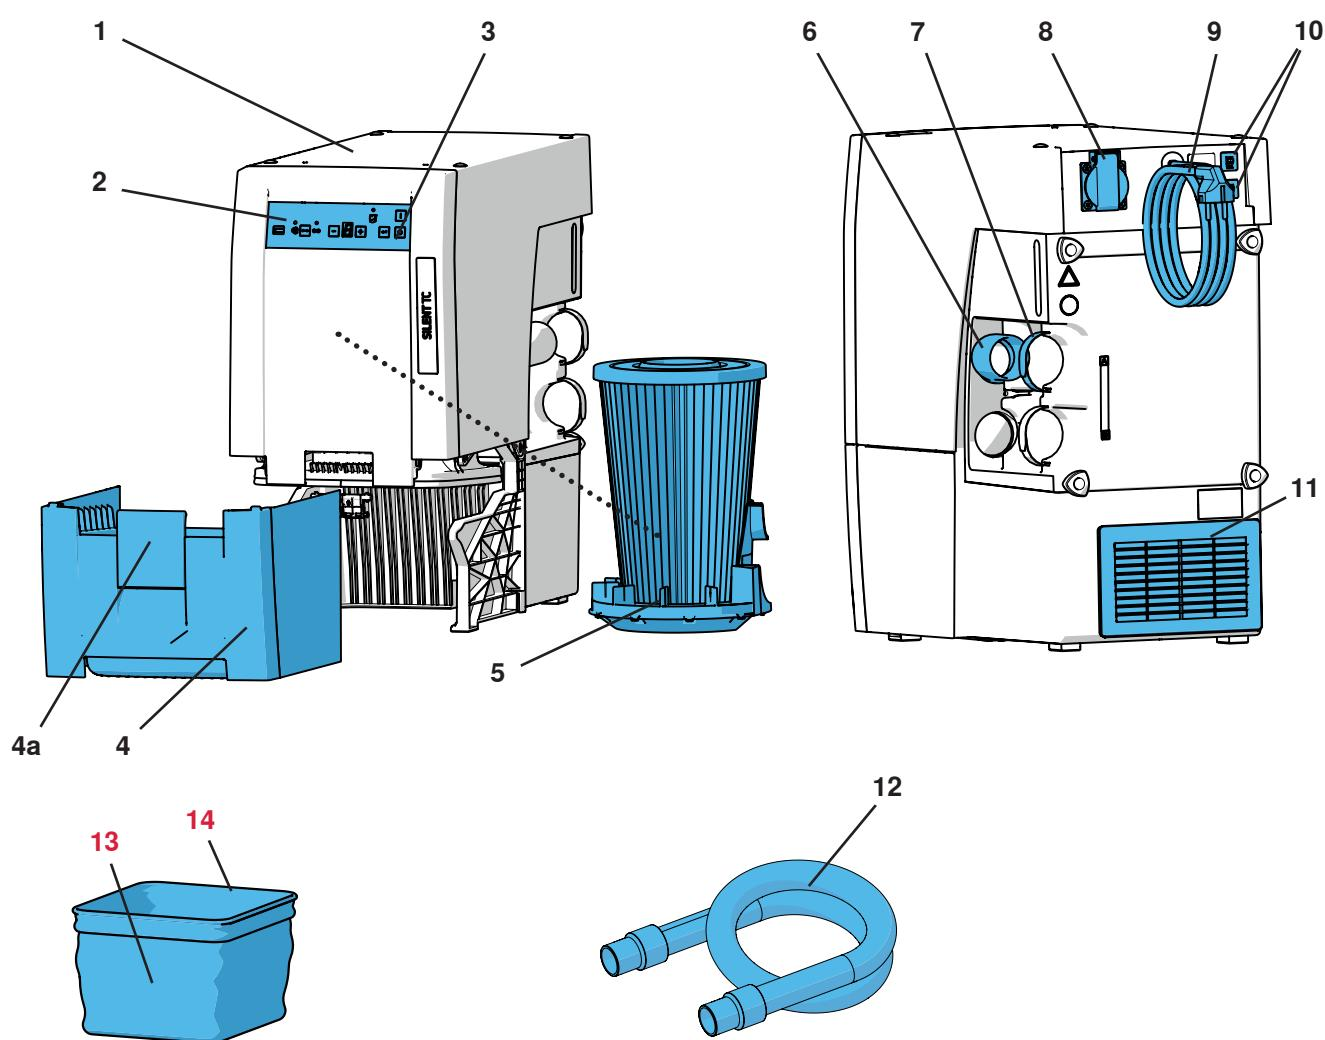

图 1
- 排气口(11, 图1) 没有阻塞。
- 外置排气管 (A) (参阅第4.6章)。
- 在柜壁 (B) 开最少250 x 120毫米的通风口，位置要直接与排气口 (11, 图1) 相对。
- 拆下机柜的背面 (C)，从机柜背面到墙壁距离至少要有50毫米。
⇒ 展开电线 (9, 图1)，将插头插入电源插座。
吸力取决于连接到电器插座 (8、图1) 的电器。